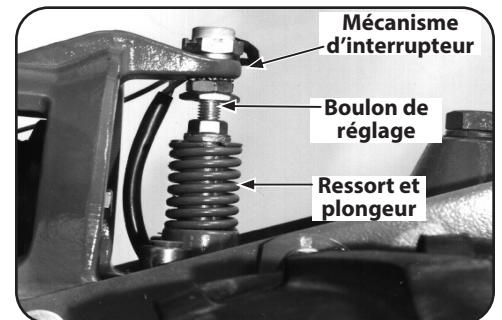

Figure 5-19
Quand le levier d'entraînement de la PDF des dents et des roues est placé en MARCHÉ ARRIÈRE, le moteur et son support s'abaissent et s'appuient sur le boulon de réglage de marche arrière. Voir Figure 5-19.
L'ensemble de ressort et de plongeur est conçu pour empêcher le disque arrière d'être en contact avec la poulie de transmission tant que la marche arrière n'est pas activée. Lorsque le levier est à la position NEUTRE, le mécanisme d'interrupteur au bas du support de moteur doit être bien placé sur le boulon de réglage de marche arrière. Voir Figure 5-19. Vous pouvez ajuster le boulon de réglage de marche arrière vers le haut ou vers le bas pour corriger certains problèmes de fonctionnement en marche arrière, tel qu'expliqué dans la section suivante.
6. Placez le levier d'entraînement de la PDF des dents et des roues au NEUTRE. Le mécanisme d'interrupteur sur la partie inférieure du support de moteur doit carrément reposer sur le dessus du boulon de réglage de marche arrière et le disque de marche arrière doit être au moins à 3/16 po de la poulie d'entraînement de la transmission. Voir Figure 5-19. Si le disque de marche arrière est trop près de la poulie, relevez le boulon de réglage de marche arrière (tournez-le dans le sens antihoraire).